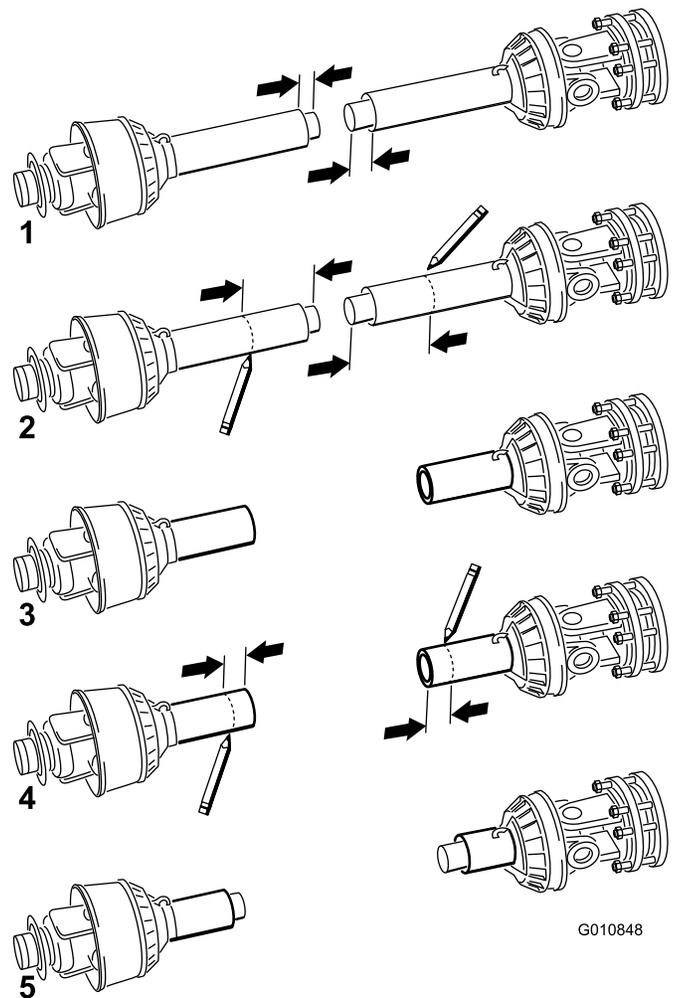

图18
11. 将 PTO 轴的两半分开 (图18, 图示 1)。
12. 测量从各个管的端部到其安全护罩的距离 (图18, 图示 1)。记录此距离。
13. 使用在步骤 8 中确定的尺寸, 从每个 PTO半轴找到、标记并截短护罩和轴管 (图18, 图示 2 和 3)。
14. 使用在步骤 11 中确定的尺寸, 找到、标记并截短安全护罩, 露出轴管 (图18, 图示 4 和 5)。